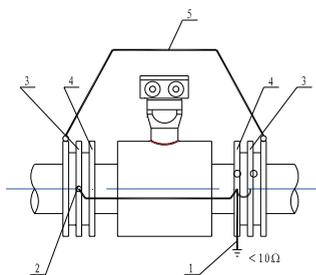

图8
4) 传感器在阴极保护管道上安装时，必须在传感器的两端仔细安装接地环（或接地法兰）见图8。